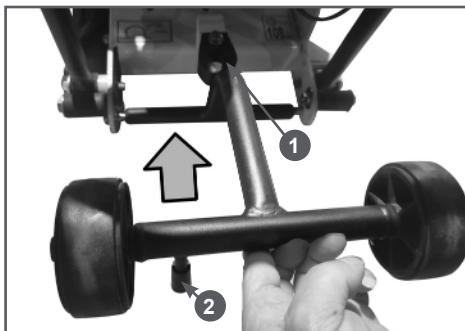

Рис. 17 Фиксация тележки в защите
Тележку нужно закрепить на раме двигателя так, чтобы после установки тележки резиновые упоры 2 были направлены к земле (Рис. 17).
5. Установите тележку в транспортное положение, для чего поднимите её вверх и закрепите её в резиновом защите 1 (Рис. 17).